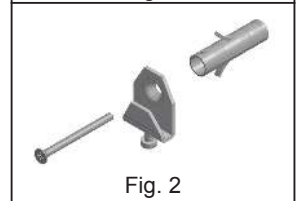

Fig. 2
- a) 2 Nivellierungshaken mit Befestigung durch die mitgelieferten Spreizdübel (Abb. 2)
- 7) Die Haube am Befestigungssystem aufhängen (Abb. 2 und 3) und die Nivellierung vornehmen, indem man die Regulierschraube betätigt.